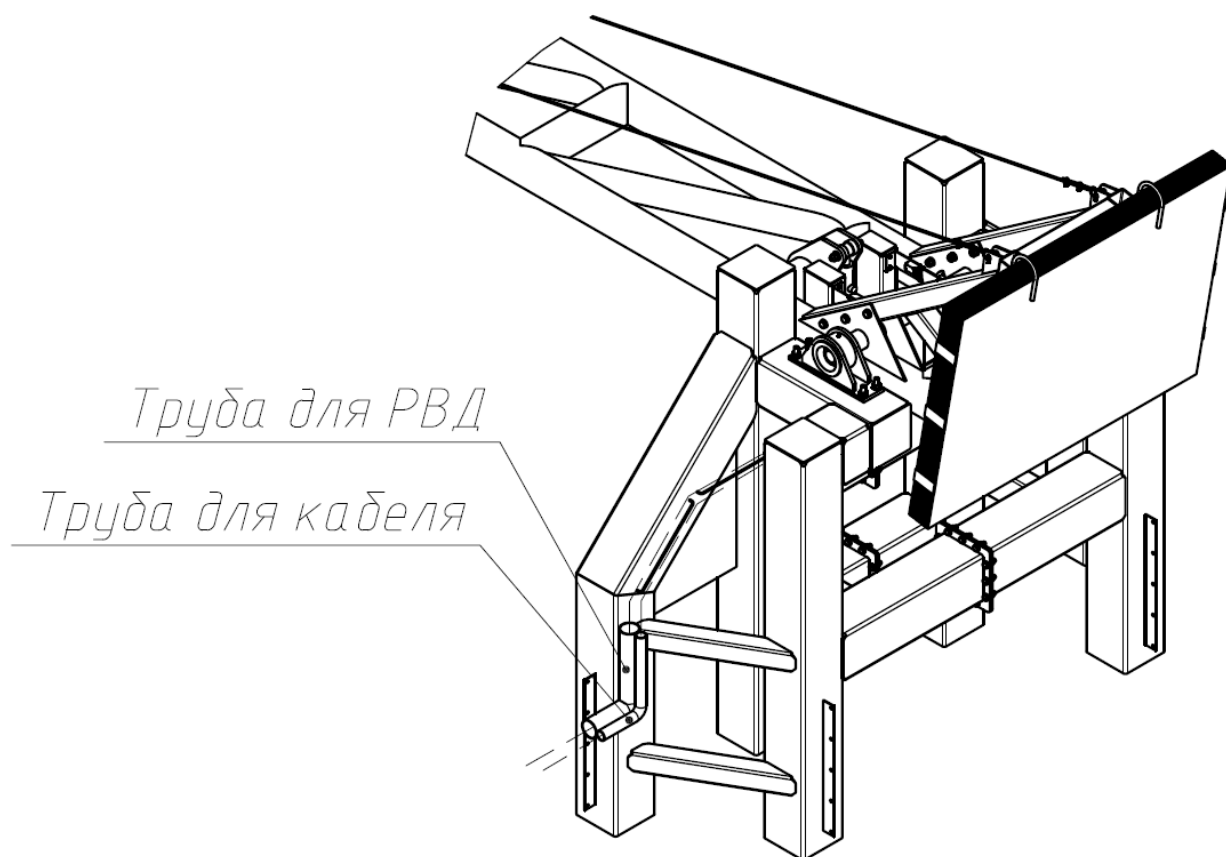
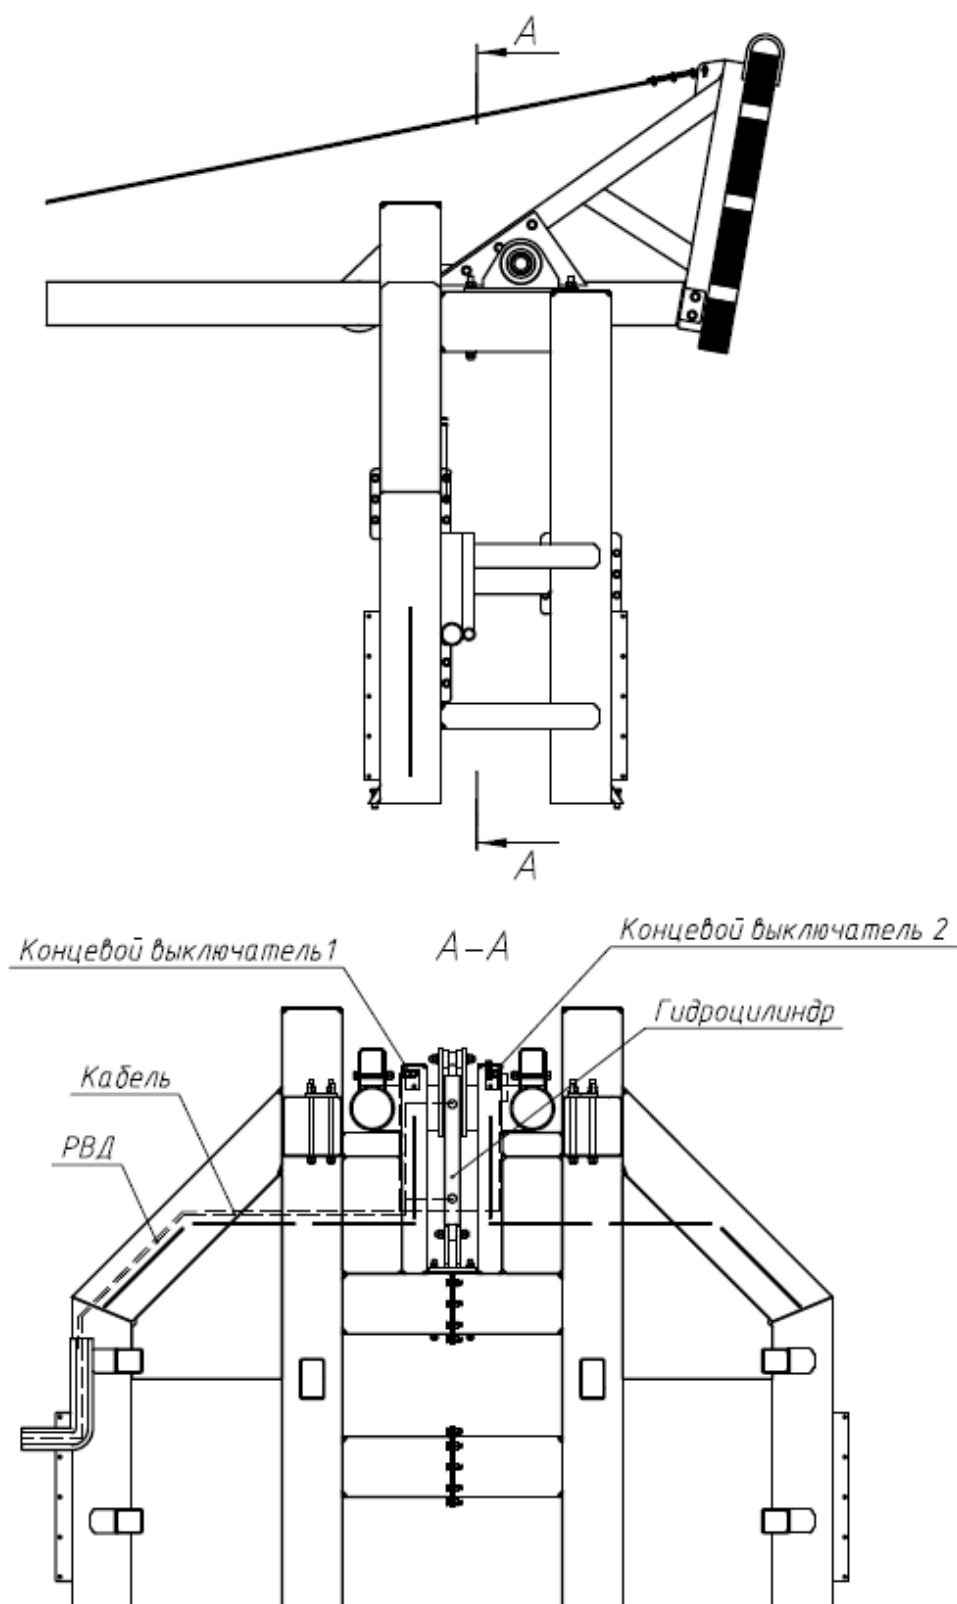

рис.12.1
рис.12.2
2.12 Проложить электрические кабели от шлагбаума и гидростанции к шкафу управления (рис.5; рис.12.1; рис.12.2) и подключить их в соответствии с маркировкой. Электрические кабели укладывать в трубу ПНД  $\varnothing 50-100$  мм (в зависимости от номенклатуры кабелей в комплектации). В местах ввода электрических кабелей в трубы обеспечить отсутствие и попадание влаги при монтаже и при дальнейшей эксплуатации. Проложить кабели вдоль направляющих и закрепить пластиковыми хомутами. Длина кабелей, укладываемых вдоль направляющих не менее 3,8м.
2.13 Проложить РВД от блокиратора к гидростанции (рис.5; рис.12.1; рис.12.2) и подключить их в соответствии со схемой гидравлической принципиальной. Для прокладки РВД на тумбе шлагбаума предусмотрены направляющие. Проложить РВД вдоль направляющих и закрепить пластиковыми хомутами. Длина РВД, укладываемых вдоль направляющих не менее 3,5м.